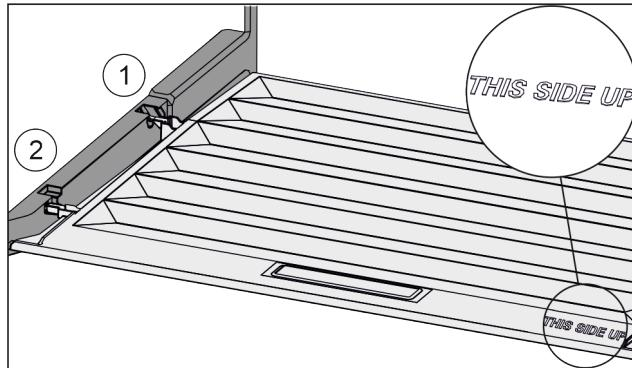

Fig. 125
- ▶ Robova predala vstavite nad odprtino zadnjega držala Fig. 125 (1), spredaj pa ju zataknite v držalo Fig. 125 (2).